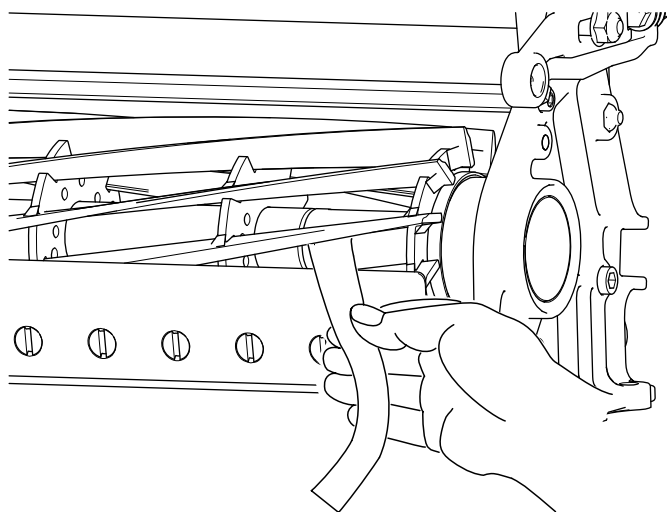

Figure 10
- B. Insérez une longue bande de papier de performance de coupe (réf. Toro 125-5610) entre le cylindre et la contre-lame, perpendiculairement à la contre-lame (Figure 10), puis tournez **lentement** le cylindre en avant ; il devrait couper le papier ; si ce n'est pas le cas, répétez les opérations **A** et **B** jusqu'à ce que le papier soit coupé.
11. Insérez une longue bande de papier de performance de coupe (réf. Toro 125-5610) entre le cylindre et la contre-lame, perpendiculairement à la contre-lame (Figure 10), puis tournez **lentement** le cylindre en avant ; il devrait couper le papier ; si ce n'est pas le cas, tournez chaque vis de réglage de la barre d'appui de 1 cran dans le sens horaire et répétez cette opération jusqu'à ce que le papier soit coupé.